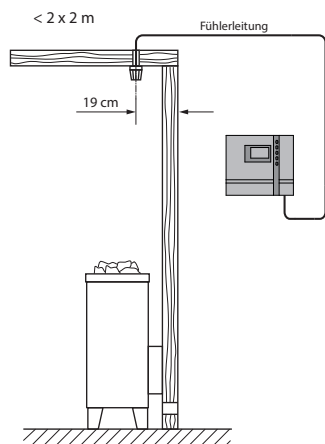
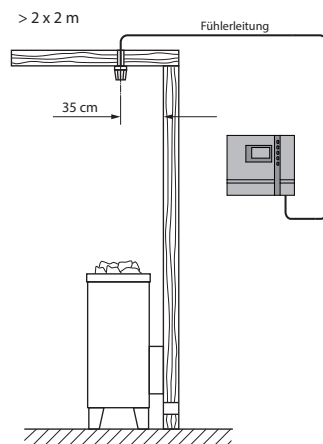

Рис. 7
Рис. 8
1. Датчик печи монтируется в кабинах размером до 2 x 2 м согласно рис. 7 и 9, а в кабинах большего размера согласно рис. 8 и 9.